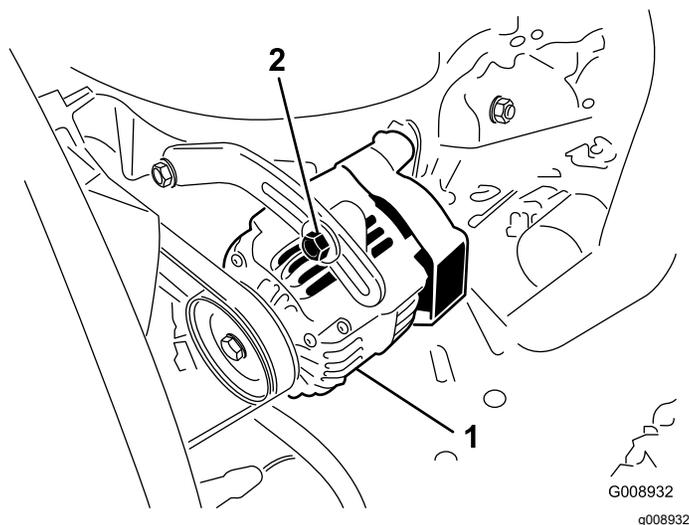

Bild 61
2. Lockern Sie bei einer Durchbiegung von mehr oder weniger als 10 mm die Befestigungsschrauben der Lichtmaschine (**Bild 61**).